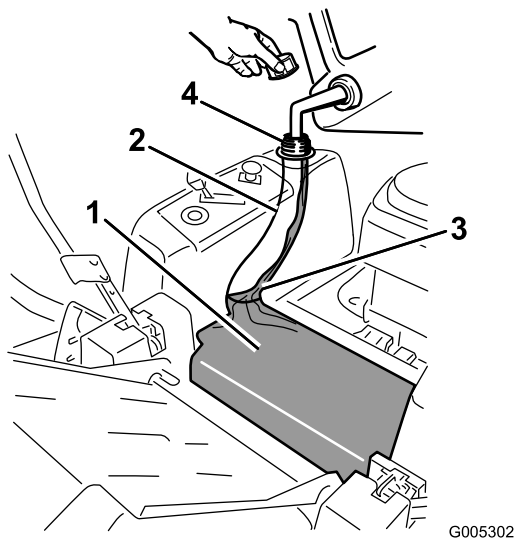

Figure 10
- Ajoutez de l'essence ordinaire sans plomb jusqu'à ce que le réservoir soit plein, mais sans faire monter l'essence dans le goulot (Figure 10). L'espace au-dessus doit rester vide pour permettre à l'essence de se dilater. Ne remplissez pas le réservoir complètement.